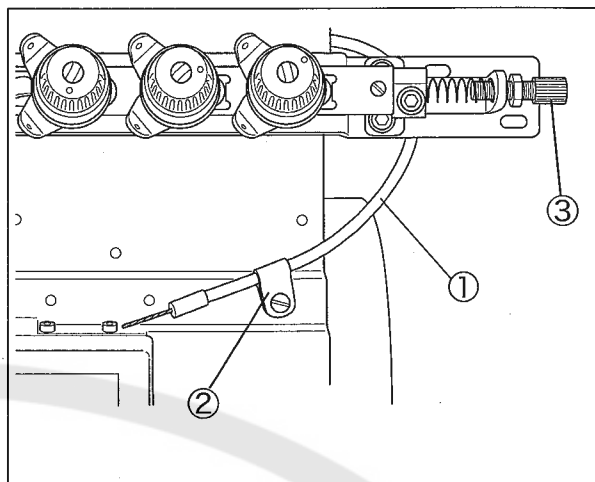
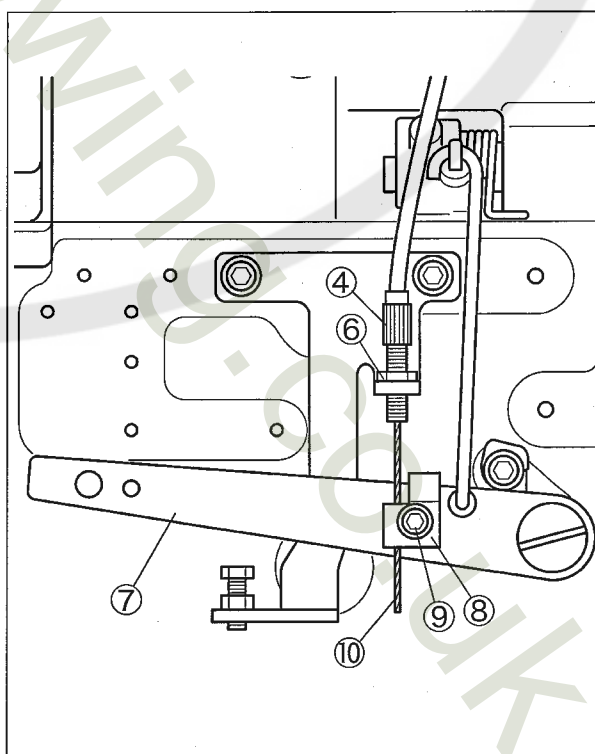

図1
図3
1. コードクランプ②を取り外す。
2. ワイヤガイド③④のネジ部の中央部分で、ロックナット⑤⑥によってワイヤガイド③④が固定されていることを確認する。(図1, 図3)
3. 押エ揚げレバー⑦側(マシン後面)のワイヤ止メ(下)⑧の止ネジ⑨を緩める。(図3)
- (1) ワイヤ止メ(上)⑪を取り外す。
- (2) ワイヤ⑩をワイヤ止メブロック⑬の溝に沿わせ、ワイヤ⑩の先端をワイヤ止メブロック⑬の左端まで差し込む。
- (3) ワイヤ止メ(上)⑪を取り付ける。
5. 押エ揚げレバー⑦側(マシン後面)のワイヤ⑩をたるまないように、ワイヤ止メ(下)⑧にはさみ、止ネジ⑨を締めてワイヤ⑩を固定する。(図3)